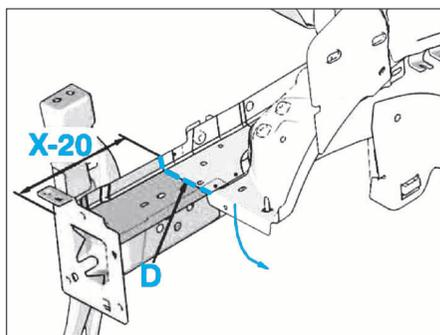

FIG. 8
• Découper en aux endroits indiqués D et E (Fig.8 et 9).